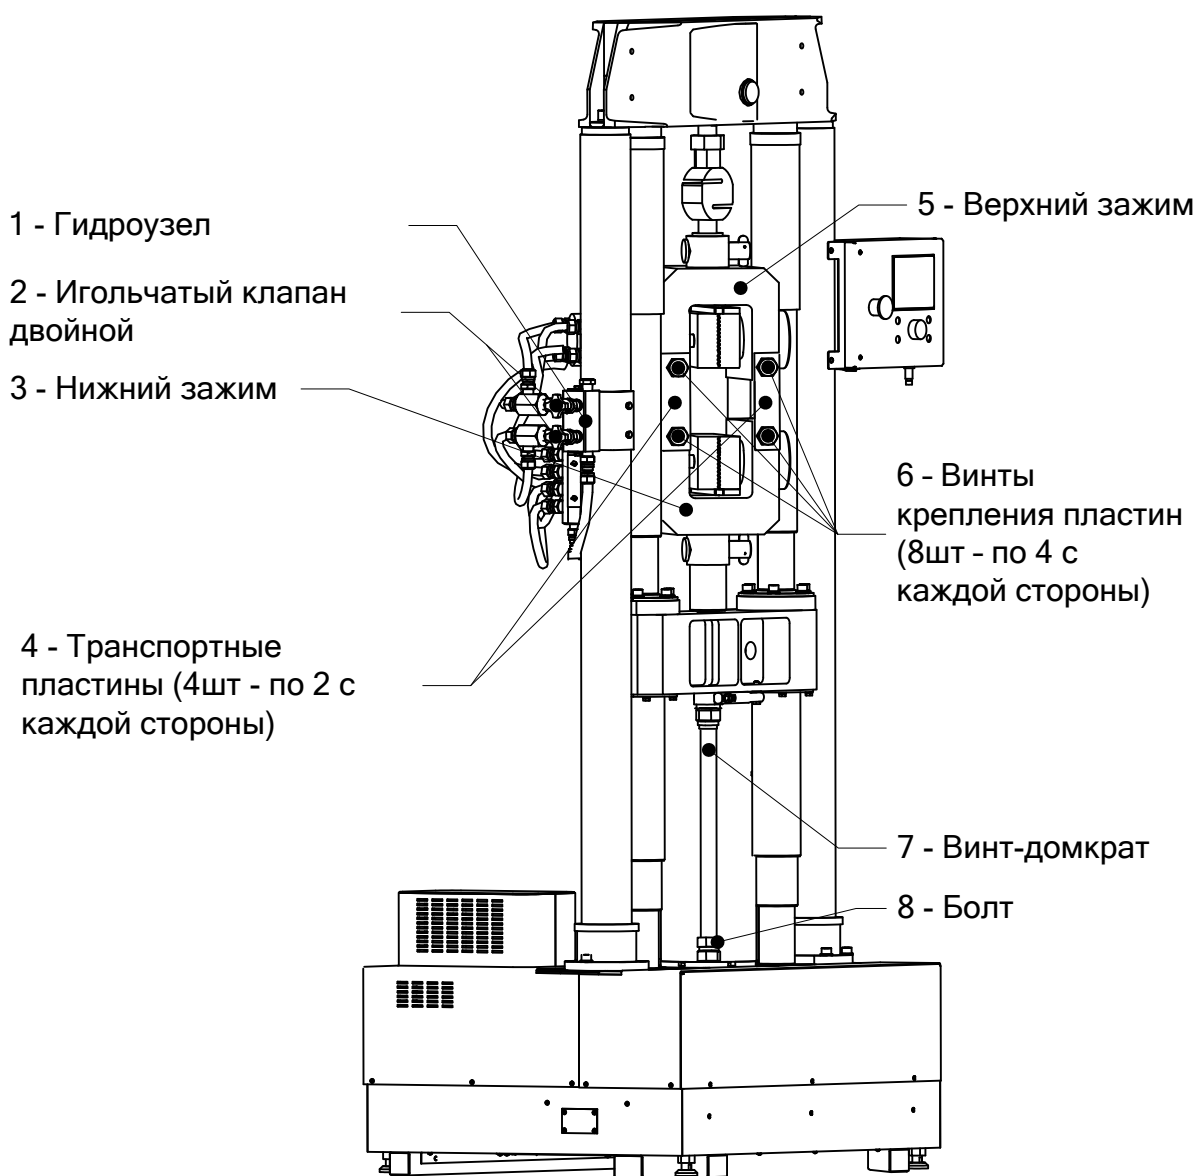

Рисунок 4 – Транспортировочные крепления
2.2.1 Если тисы во время транспортировки были установлены на машину МРП-20, необходимо снять транспортировочные крепления (см. рисунок 4, страница 8).
2.2.2 Снять транспортные пластины (поз. 4 рисунок 4, страница 8), фиксирующие верхний и нижний зажимы, отвернув винты крепления (поз. 6 рисунок 4, страница 8).
2.2.3 Завернуть крепежный болт (поз. 8 рис. 4) на винт-домкрат (поз. 7 рисунок 4, страница 8).
2.2.4 Отвернуть винт-домкрат (поз. 7 рисунок 4, страница 8). При необходимости (если винт-домкрат не извлекается), включить машину МРП-20 и поднять нижнюю подвижную балку МРП-20 вращением ручки управления. Затем отвернуть и извлечь винт-домкрат.
2.2.5 Установить гидроузел (поз. 1 рисунок 4, страница 8) на левую балку машины МРП-20 и закрепить крепежными винтами (см. рисунок 4, страница 8).